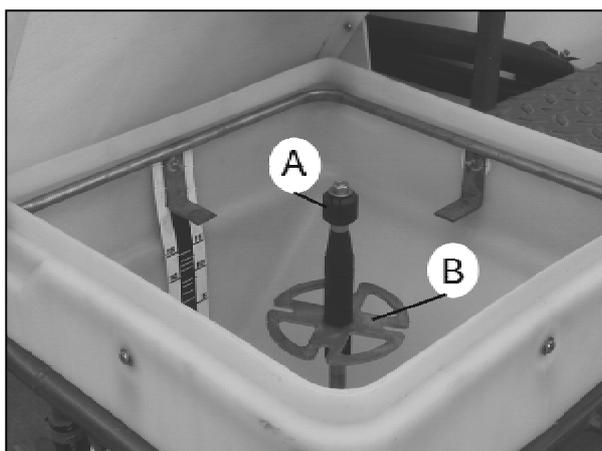

Fig. 104 Reinigungsdüse (A)
10. Die Verpackungen der Pflanzenschutzmittel können mit Hilfe einer Reinigungsdüse (Fig. 104/A) gereinigt werden. Flaschen, Kanister usw. werden dazu umgekehrt mit der Öffnung über die Reinigungsdüse (A) gestülpt. Für Säcke ist der Spannrahmen einzusetzen. Nach Öffnen von Hahn (3) ist die Flüssigkeitsversorgung der Düse hergestellt. Durch Drücken und gedrückt halten der Verpackung nach unten auf den Auflageteller (B) wird nun der Flüssigkeitsstrom aktiviert.